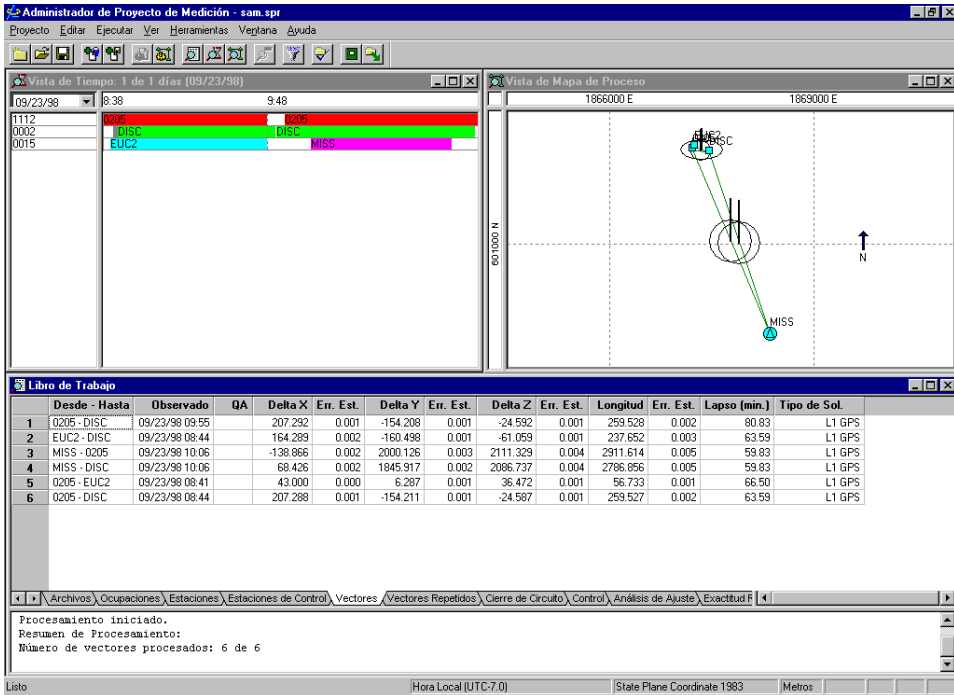

Figura 3.9. Proyecto Representativo
- El proyecto se abre con las ventanas **Vista de Tiempo**, **Vista de Mapa** y **Libro de Trabajo** abiertas. El Procesador de Locus despliega el nombre del proyecto en la barra de título como se muestra en la Figura 3.9.